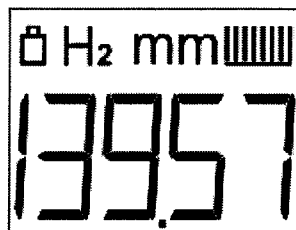

Рисунок 12 – Индикация толщины (вторая точка калибровки)
7) Нажмите клавишу , при этом на дисплее высветится надпись «1-ОК», а вместо индикатора «Н1» появится индикатор «Н2» (Рисунок 12).